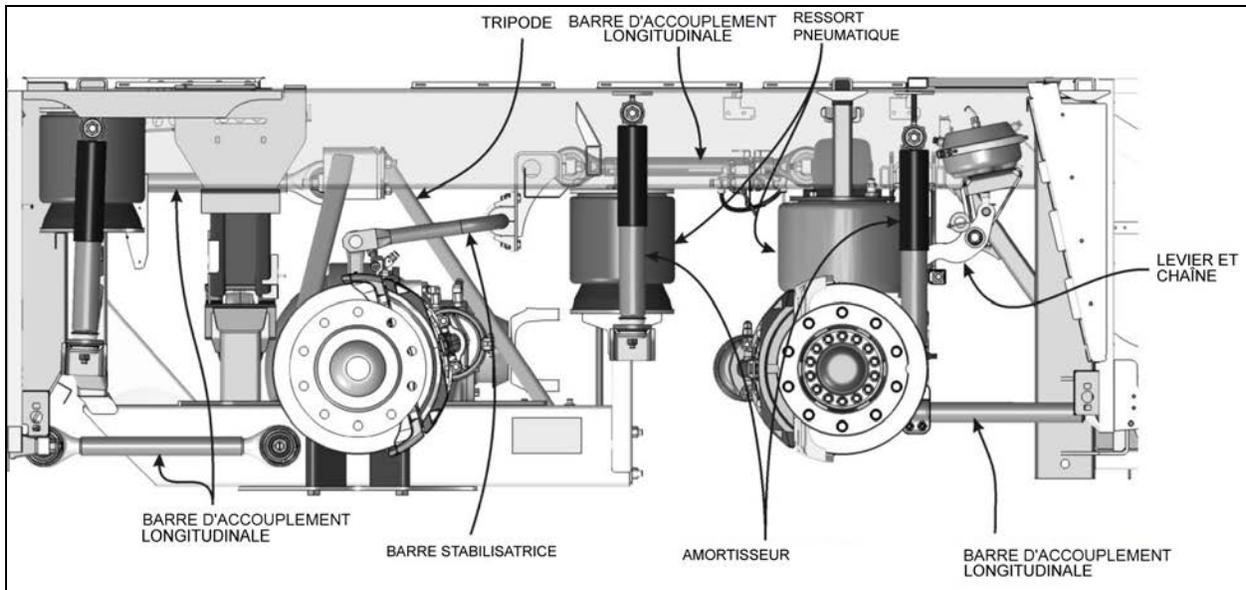

**FIGURE 37 : ESSIEU MOTEUR, DÉTAILS DE LA SUSPENSION ARRIÈRE**
1. Enlever les écrous et rondelles des amortisseurs sur le goujon de montage supérieur et le support de montage inférieur. Identifier les rondelles intérieure et extérieure en vue de la repose. Se reporter à Figure 37 pour les détails.